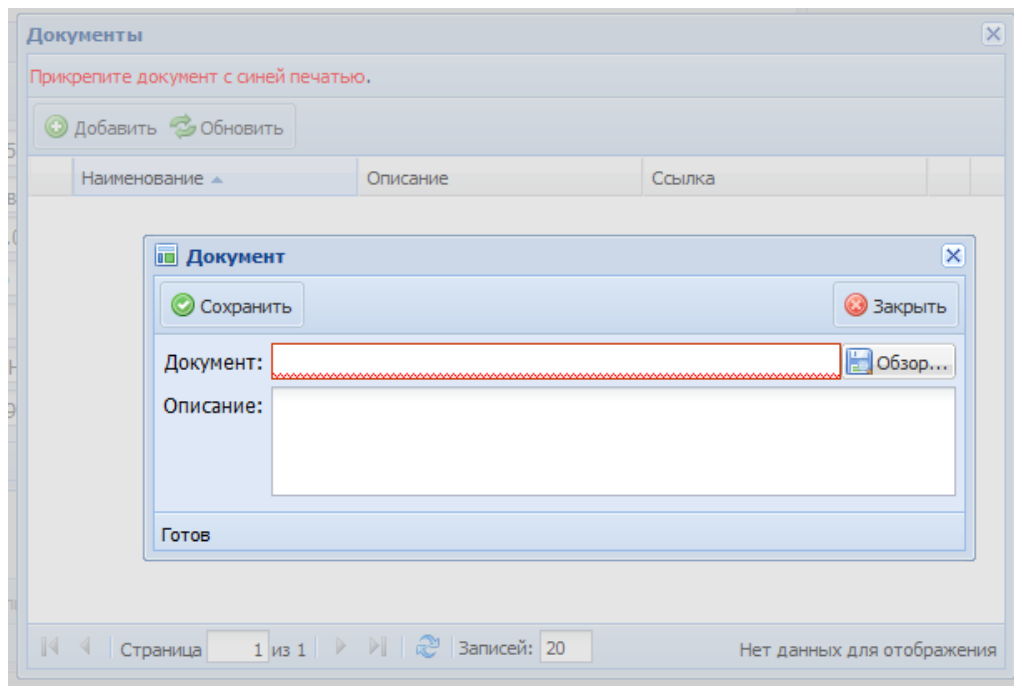

Рис. 58. Добавление документов
10) в окне «Документы» нажать кнопку «Добавить», прикрепить документ из директории локального компьютера в поле «Обзор» (Рис. 58);